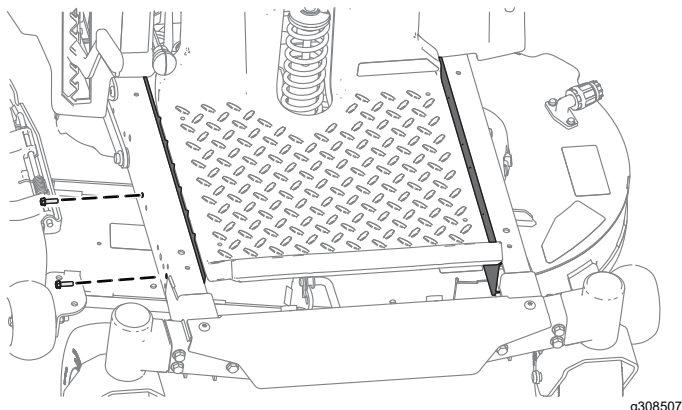

Figure 3
2. Déposez les protections de chaque côté du cadre (Figure 3).